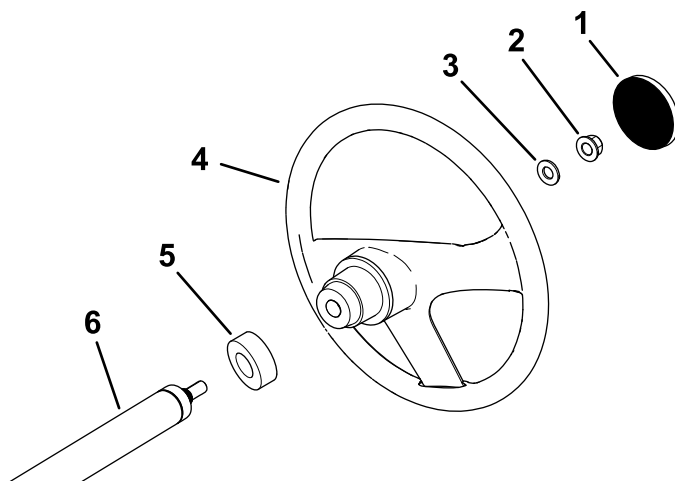

Figure 3
1. S'il est présent, déposez le couvre-moyeu du volant (Figure 3).
2. Retirez le contre-écrou (½") de l'arbre de direction (Figure 3).
3. Glissez le volant, le couvre-moyeu et la rondelle (½") sur l'arbre de direction (Figure 3).
5. Reposez le couvre-moyeu sur le volant (Figure 3).